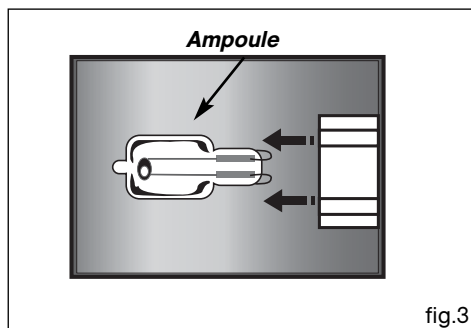

fig.3
- **Plat multi usages 5 mm (fig.3)**
- Faire levier sur l'ensemble afin de déclipper le cadre et sa glace (fig.3).
- Tirez l'ampoule (fig.3).